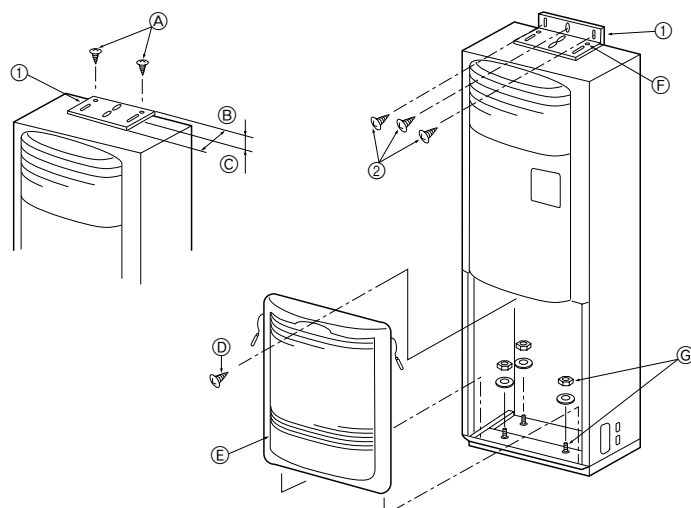

Fig. 3-2
3.2. Beveiligingsbeugel (Fig. 3-2)